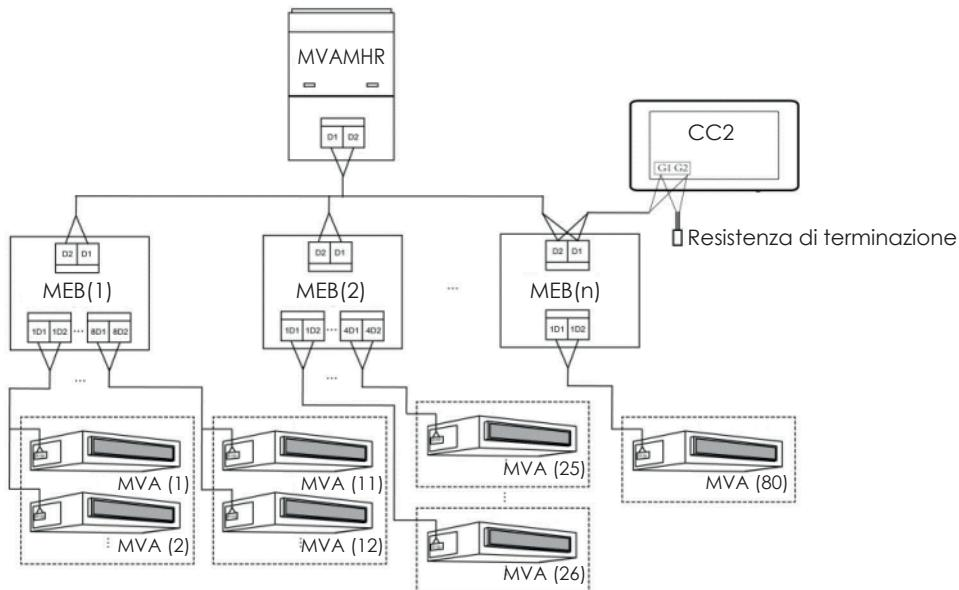

Fig. 3.6 Controller centralizzato collegato alla rete in un sistema a 3 tubi
- Se il controller centralizzato deve essere collegato alla rete di un impianto 3 tubi, effettuare i collegamenti in base alla fig. 3.6. La modalità 2 è applicabile anche alla commutazione del controller centralizzato nei sistemi a 3 tubi.